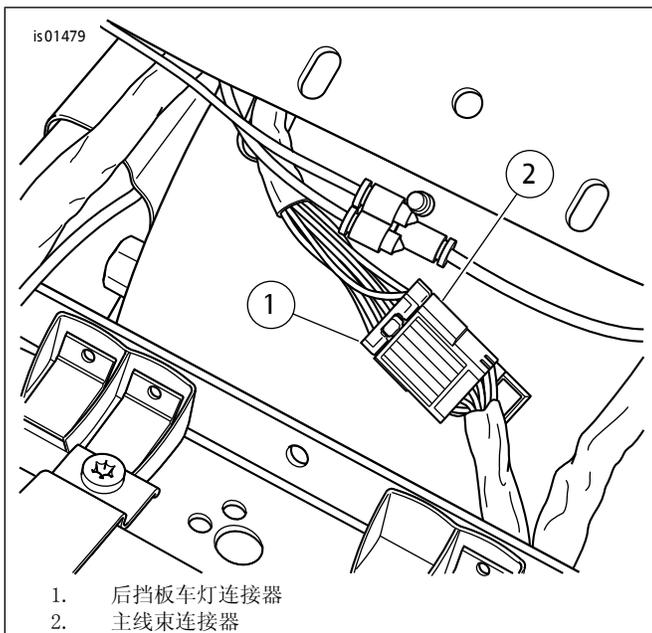

图1。典型后挡板照明连接器( 图示为FLHTC车型 )
1. 参见图1。找到从座椅下方区域的后挡板引出的后部线束。从主线束连接器( 2 )断开后挡板线路连接器( 1 )。